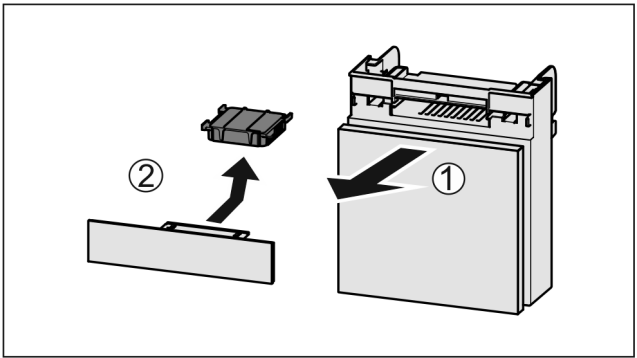

Fig. 120
- Extraire le compartiment par l'avant Fig. 120 (1).
- Sortir le filtre à charbon actif Fig. 120 (2).